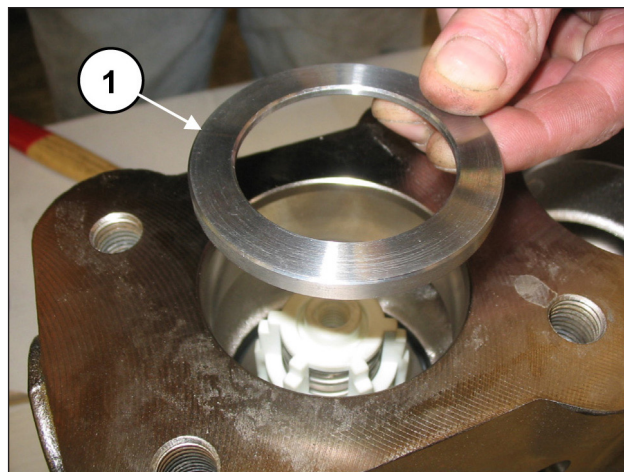
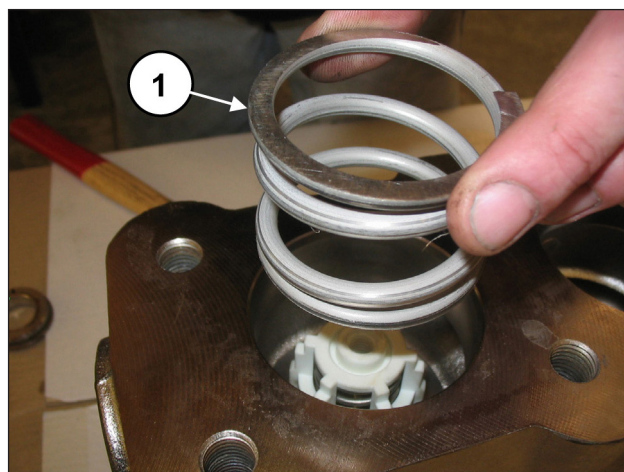

Fig. 102
Fig. 103
Insérer la bague du logement de la soupape (rep. ①, Fig. 102) et le ressort (rep. ①, Fig. 103).